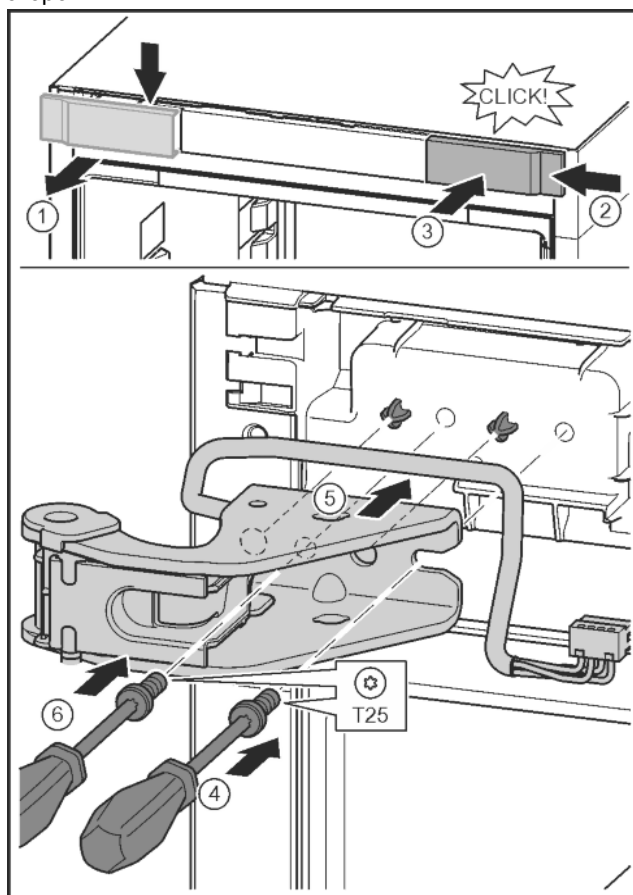

Fig. 30
- ▶ Отпустить крышку и снять сбину. Fig. 30 (1)
- ▶ Навесить крышку, повернув ее на 180°, справа с другой стороны. Fig. 30 (2)
- ▶ Крышку зафиксировать. Fig. 30 (3)
- ▶ Установить винт отверткой T25. Fig. 30 (4)
- ▶ Установить верхний опорный кронштейн. Fig. 30 (5)
- ▶ Затянуть винт. Fig. 30 (4)
- ▶ Вставить и затянуть винт отверткой T25. Fig. 30 (6)